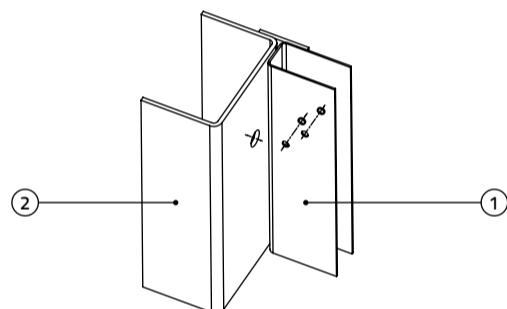
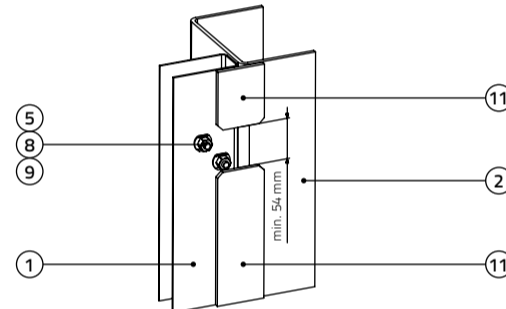

Bild 3
Bild 4
rung zwei Bohrungen  $\varnothing 8,5$  mm – siehe Bild 3 in dieser Anleitung. Für Schrauben  $\varnothing 6$  mm (7) bohren Sie in den Torflügel (1) laut Markierung 2 Bohrungen  $\varnothing 4$  mm vor – siehe Bild 3 in der Montageanleitung für einflügelige Türen oder Schwingtore mit Holzarge. Falls nötig, entfernen Sie einen Teil der Deckleiste (11) – siehe Bild 4.